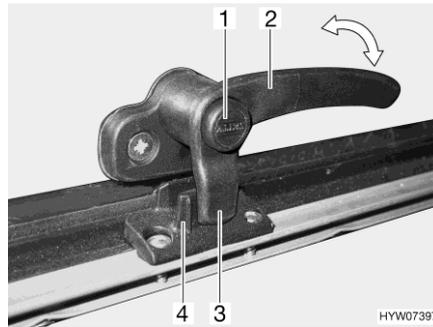
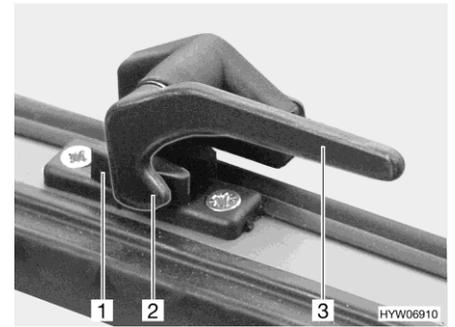

Fig. 112 Lever de verrouillage avec bouton de sécurité en position "Fermé"
Fig. 113 Lever de verrouillage en position "Fermé"
- S'il existe, appuyer sur le bouton de sécurité (Fig. 112,1) et le maintenir enfoncé.
- Tourner le levier de verrouillage (Fig. 112,2 ou Fig. 113,3) d'un quart de tour vers le centre de la fenêtre.
- Tourner le levier de verrouillage (Fig. 112,2 ou Fig. 113,3) d'un quart de tour vers le cadre de la fenêtre.
- Le tenon de verrouillage (Fig. 112,3 ou Fig. 113,2) du levier de verrouillage repose complètement sur le côté intérieur du verrouillage de fenêtre (Fig. 112,4 ou Fig. 113,1).
- En position "Fermé" (Fig. 112 et Fig. 113)